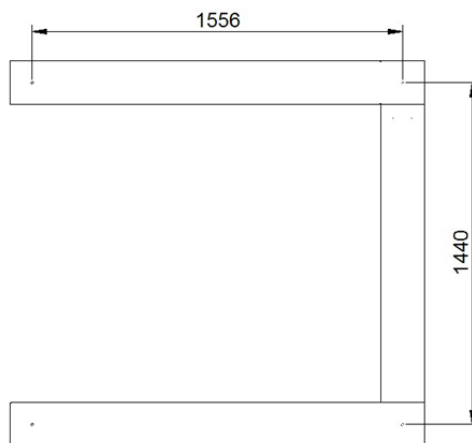

Fig.2
1. Realizzare 4 fori nel soffitto come indicato in Fig.2. Realizzare un foro per fisher idoneo a sostenere il peso del corpo illuminante (peso indicato nel presente foglietto illustrativo) e fissare il cilindro nel soffitto (Fig.3)
1. Make 4 holes in the ceiling (see Fig.2) for a fisher suitable to support the weight of luminaire (weight indicated in this paper) and fix the cylinder on the ceiling (Fig.3).